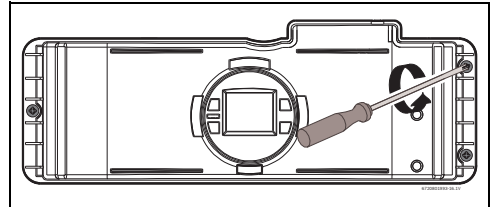
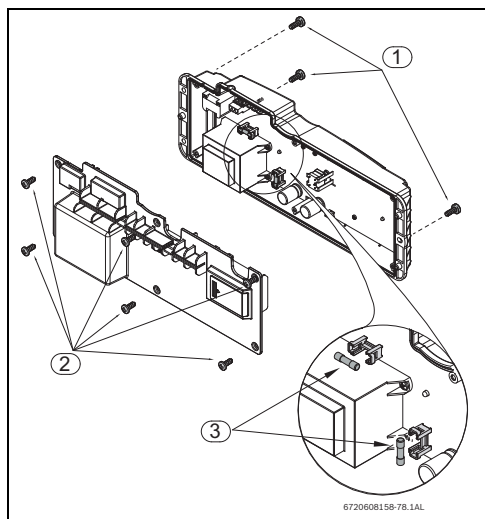

Fig. 39
Fig. 40 Ubicazione dei fusibili
- ▶ Svitare le tre viti nella parte frontale della centralina elettronica (Fig. 39 e Fig. 40 , pos.1).
- ▶ Rimuovere la centralina elettronica per accedere alle sei viti, presso la parte posteriore e rimuoverle (Fig. 40 , pos. 2).
- ▶ Dopo aver controllato i fusibili (Fig. 40 , pos.3) rimontare tutte le parti, seguendo l'ordine inverso.